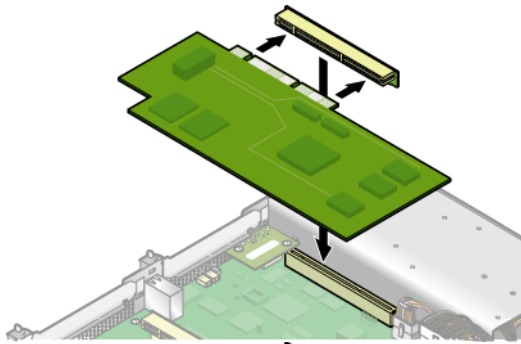

図 3-6 PCI カードおよびライザー
5. ライザー構成部品に PCI カードを取り付けます (図 3-6 を参照)。